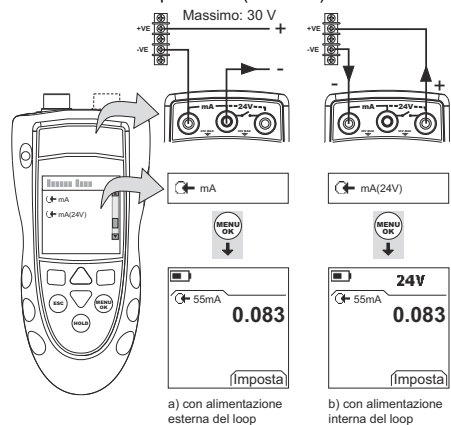

Figura 7: Esempio configurazione – Misurazione di mA
1. Collegare lo strumento (Figura 7) e, se necessario, modificarne il Setup (Tabella 1).
1. Solo per DPI802/802P. Collegare lo strumento all'apparecchiatura di calibrazione (Figura 7).